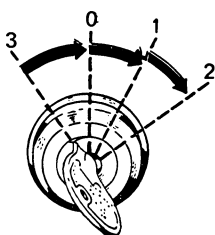

Fig. 10 Start-tändlås
- 4 Vrid startnyckeln (se fig. 10) medurs till första läge och kontrollera att varningslamporna för laddning (röd) och oljetryck (gul) lyser.
- 5 Tryck in startnyckeln (se fig. 10) och vrid medurs tills startmotorn inkopplas. Håll nyckeln kvar i detta läge tills motorn startar. Släpp sedan nyckeln, som då återgår till neutralläge.
- 3 Bryt strömmen när motorn har stannat, genom att vrida nyckeln till 0-läget, se fig. 10.